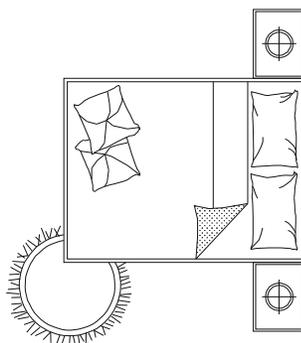

图 3-1-29
**STEP 11** 使用绘制直线命令 LINE 绘制地毯的花边，如图 3-1-29 所示